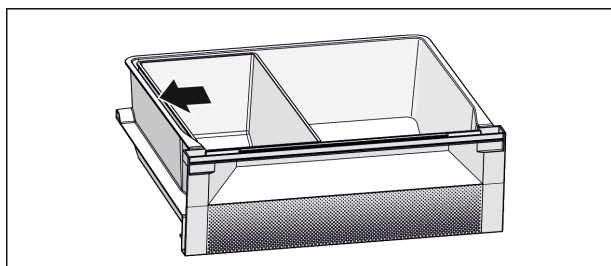

Fig. 6
- ▶ Vložte misku Fish & Seafood. Podle zobrazené polohy Fig. 6 () získáte optimální chladicí funkci.